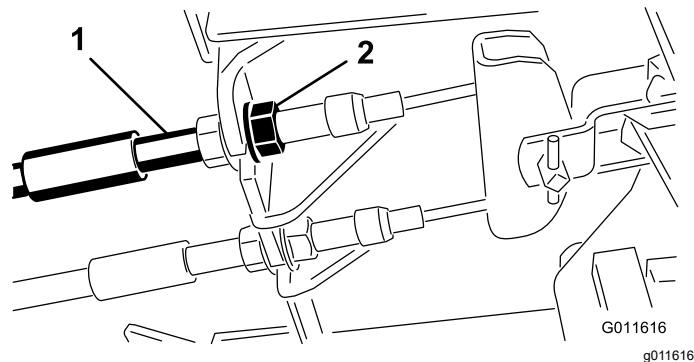

图 46
- 1. 要缩短刹车踏板的自由行程可以通过松开刹车拉线螺纹端的前螺母紧固刹车图 46。